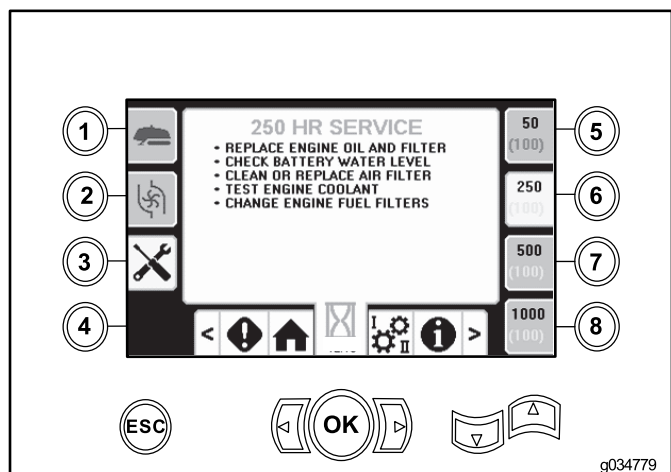

Рисунок 52
- Кнопка 6–250 часов (Рисунок 52)